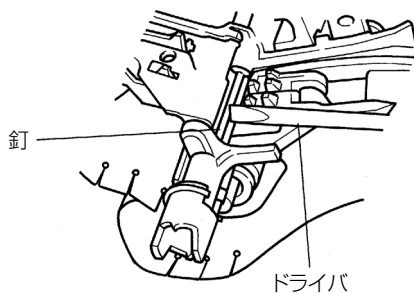

図 27
- 内部につまった釘をマイナスドライバなどで取除きます。(図 27)